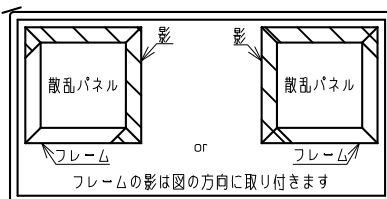

図1
7. 取付時、フレームの影方向は2パターン可能です。本体とフレーム影の位置関係については図1をご参照ください。